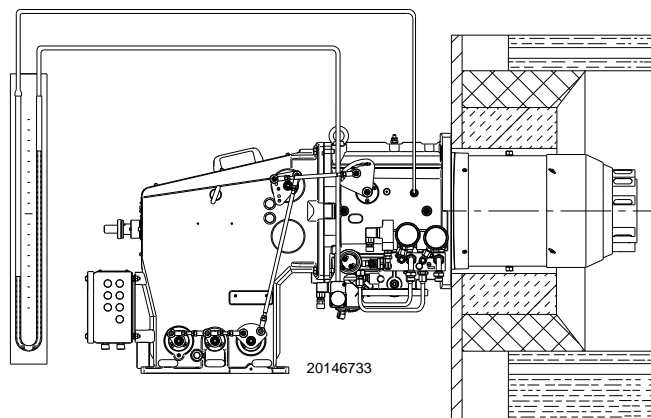

Fig. 34
- Montare un manometro a U o un manometro di tipo differenziale (Fig. 34), con presa (+) sulla pressione del gas del manicotto e (-) in camera di combustione. Serve a ricavare approssimativamente la potenza MAX del bruciatore.
L'arrivo del gas al manicotto è evidenziato dal manometro ad U (Fig. 34) oppure con l'ausilio di un manometro digitale posto sulla presa di pressione sotto il manicotto.